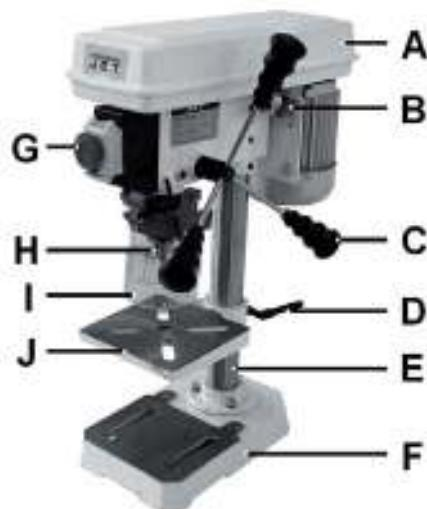

Рис. 1
- Установите стойку (B, Рис. 1) на цоколь станка (F).
- Затяните шестигранные винты (D) хорошо затянутые
- Наденьте патрон (H, Рис. 1) на конус шпинделя.